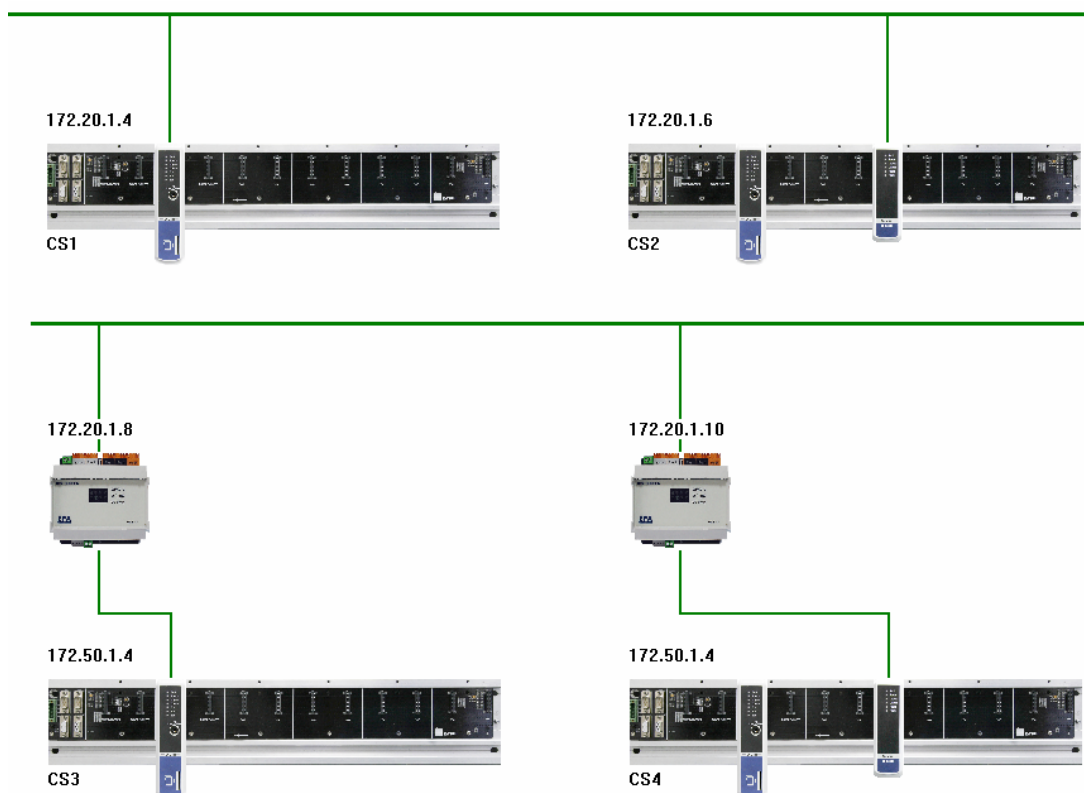

图 4-4 G5 控制站结构
- G5 控制站结构如图 4-4所示，左上为直连控制网，右上为通过通信模块连接控制网，左下为直连到网桥模块后再接入控制网，右下为通过通信模块连接网桥模块后再接入控制网。